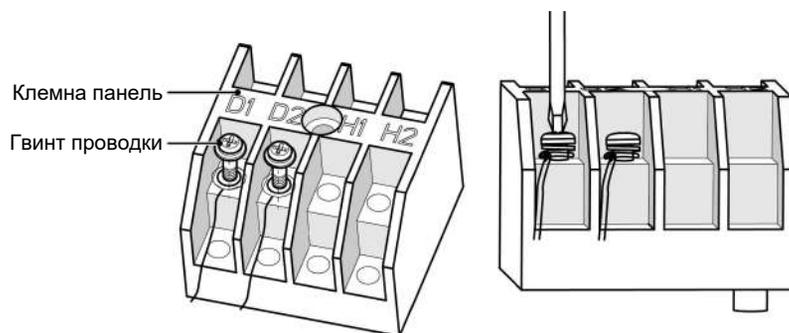

Рис.5.3.1
- (1) Зніміть кришку електричної коробки.
- (2) Пропустіть кабель зв'язку через наскрізний отвір.
- (3) Під'єднайте кабель зв'язку до клем D1 і D2 внутрішньої 4-розрядної монтажної плати, як показано на рис.5.3.1.